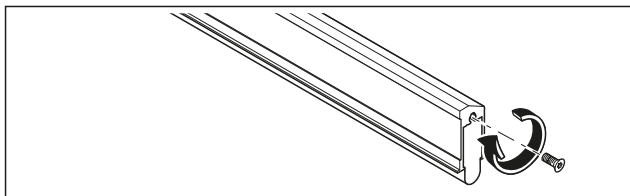

Abb. 12 Das Dichtungselement mit Schrauben am Absenkdichtungsprofil fixieren
- 2. Das Dichtungselement im Profil der Absenkdichtung auf jeder Seite mit einer Schraube fixieren (Abb. 12).